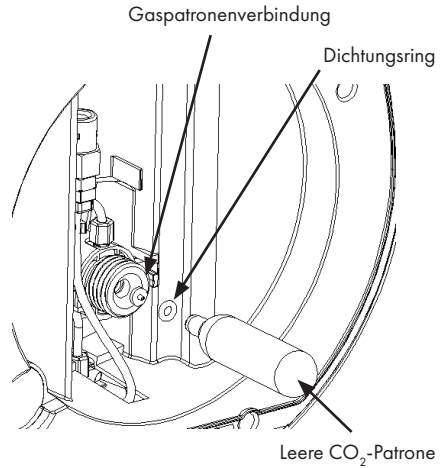

Abbildung 25
2. Installieren Sie einen neuen Anstechdorn im Regler (das spitze Ende nach außen gerichtet) und installieren Sie den Dichtungsring (siehe Abbildung 25). Entfernen Sie während des Austauschs keine anderen Bestandteile des Reglers.